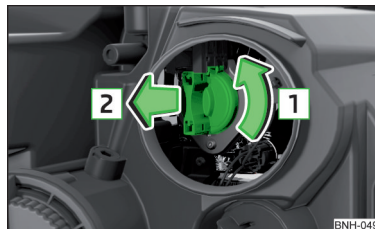

Fig. 182
- » Gire el zócalo en el sentido de la flecha **1** hasta el tope » fig. 182.